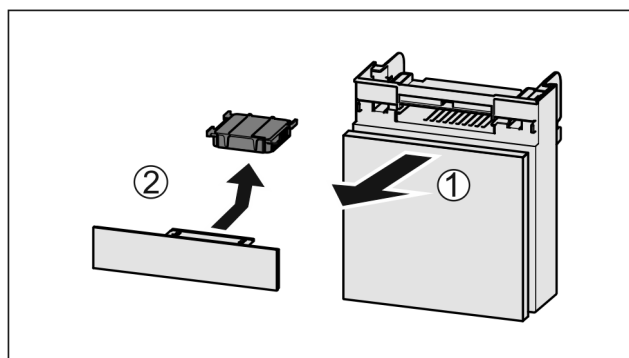

Fig. 38
- Estrarre il vano tirando in avanti Fig. 38 (1).
- Rimuovere il filtro a carboni attivi Fig. 38 (2).